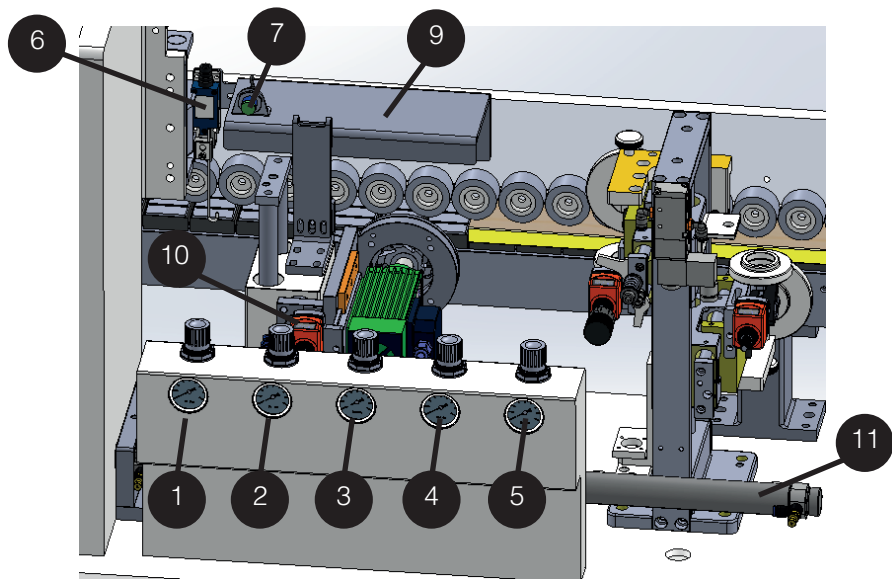

Figura 6-14 - Mecanismo de arredondamento de cantos
5.5.2 Conforme mostrado na Figura 6-14, quando o painel passa pelo fim de curso de arredondamento de cantos (6):